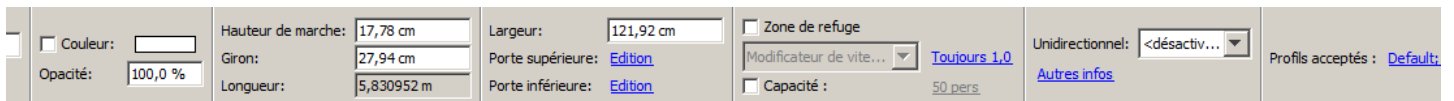

Figure 3.28 : le panneau des propriétés de l’escalier
Les escaliers possèdent plusieurs propriétés qui permettent de contrôler leur géométrie et le comportement des occupants qui s’y déplacent. Lorsqu’un escalier est sélectionné, on peut voir ses propriétés dans le panneau des propriétés de l’escalier, comme illustré à la figure 3.28.
2. Sélectionnez l'escalier (ou plusieurs escaliers) pour que ses propriétés soient visibles dans le panneau des propriétés, comme illustré à la figure 3.28.